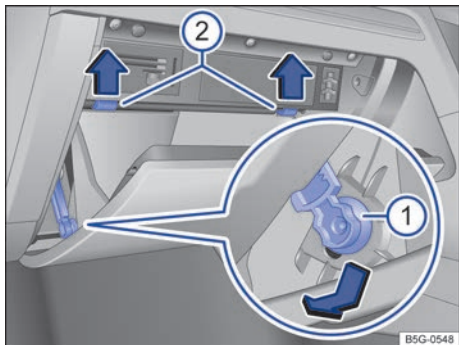

Fig. 235 Tapa de la caja de fusibles del tablero de instrumentos: vehículos con el volante a la derecha, en el lado del acompañante.
- Abra la guantera y, dado el caso, vacíela → **fig. 235**.
- Desplace el elemento de frenado → **fig. 235** (1) en el orificio del soporte hacia abajo y extráigalo hacia un lado.
- Presione los pivotes tope → **fig. 235** (2) hacia arriba en el sentido de las flechas.
- Para *montar* la guantera, sitúela en la posición adecuada. Introduzca el elemento de frenado en el orificio del soporte y desplácelo hacia arriba hasta que oiga que ha encastrado. Presione la guantera con cuidado hacia delante, más allá de la resistencia que oponen los pivotes tope → **fig. 235** (2).